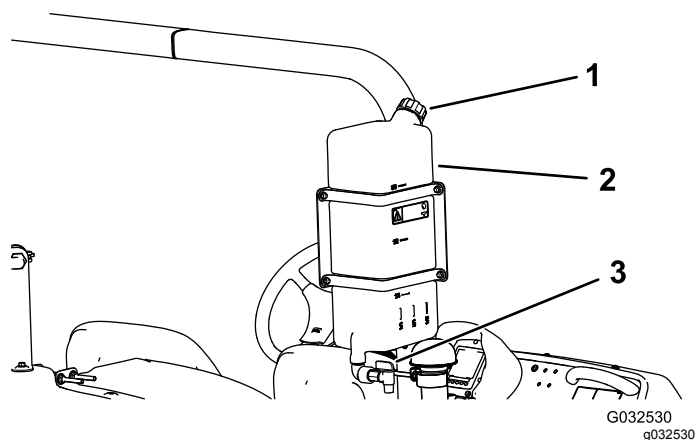

Bild 27
- Schrauben Sie zum Füllen des Behälters den Deckel oben am Behälter ab, füllen Sie den Behälter mit frischem Wasser und schrauben den Deckel auf (Bild 27).
- Drehen Sie zum Öffnen des Hahns am Frischwasserbehälter den Hebel am Hahn (Bild 27).